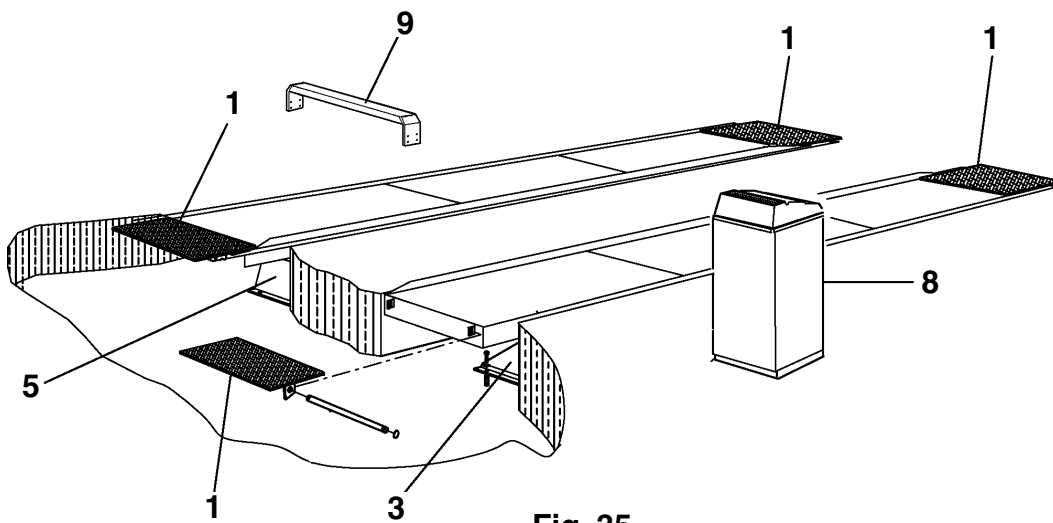

Fig. 35
Rif. Fig. 35 - Montare gli arresti (1).
Ref. Fig. 35 - Fit the stops (1).
Zu Abb. 35 - Die Abrollsicherungen (1) montieren.
Réf. Fig. 35. Installer les arrêts (1).
Ref. Fig. 35 - Montar los frenos (1).